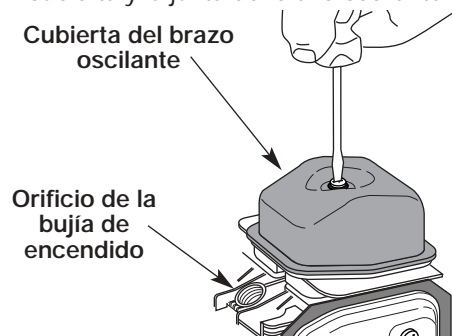

Fig. 70
7. Limpie la suciedad de alrededor de la cubierta del brazo oscilante. Saque el tornillo que sostiene la cubierta del brazo oscilante con un destornillador grande de vástago plano o con una broca Torx T-25 (Fig. 70). Saque la cubierta y la junta del brazo oscilante.
- El pistón se encuentre en la parte superior de su recorrido mientras mira dentro del orificio de la bujía de encendido (Fig. 70).